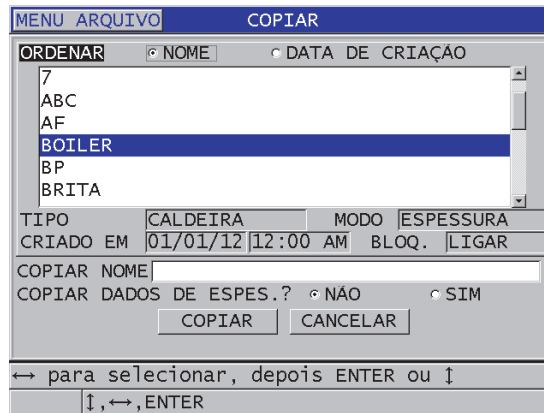

Figura 11-17 Copiar arquivo
3. Na tela **COPIAR** (veja Figura 11-17 na página 204).